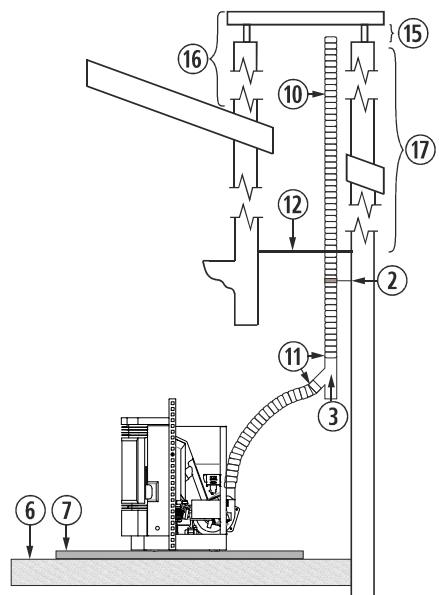

Figura 10
- 4.26. La instalación de un encastrable en una chimenea de obra, se puede realizar en toda su totalidad en tubo flexible, tal y como indica la *figura 10*. Debemos tener especial cuidado a la hora de realizar el aislamiento entre la chimenea y el tubo de la salida de gases, para evitar posibles retrocesos de gases en caso de tormenta.